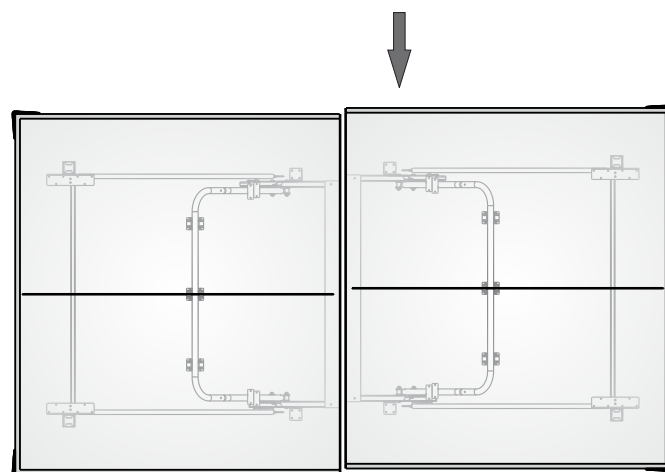

Figura 19
SI LA MESA NO ESTA ALINEADA CORRECTAMENTE: (ver Figura 19)
3. Con la ayuda de otros dos adultos, empuje las dos mitades de la mesa hasta que estén alineadas las dos mitades y volver a apretar las tuercas con alas (#32) como se muestra en la Figura 19.
4. Levante la otra mitad del tablero de la misma manera. Ver Figura 19.